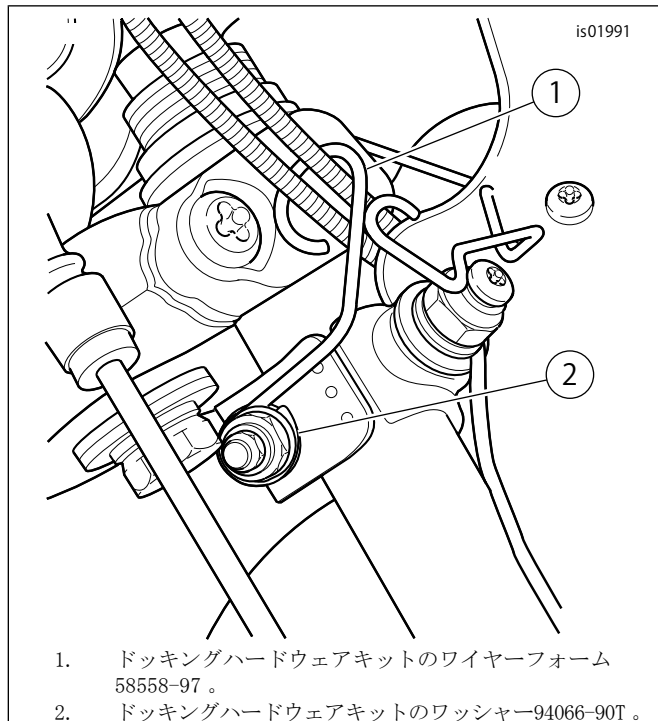

図3。スロットケーブルアタッチメント(バックホーンスタイルを除くすべてのハンドルバー)(下面図)
2. バックホーンプルバック以外のハンドルバースタイルについては、図3を参照してください。Docking Hardware Kit(ドッキングハードウェアキット)のワイヤーフォーム(1)を使用して、次のようにスロットルケーブルをアッパーマウントクランプに固定します。キットのクロームワッシャー(2)をワイヤーフォームとマウントクランプナットの間に入れます。